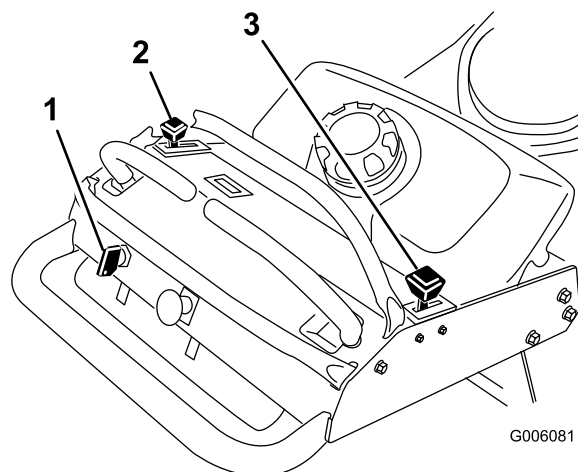

Figure 7
4. Placez la commande d'accélérateur en position haut régime et la commande de starter en position en service avant de démarrer le moteur s'il est froid (Figure 7).
2. Placez la commande d'accélérateur en position bas régime (Figure 7).